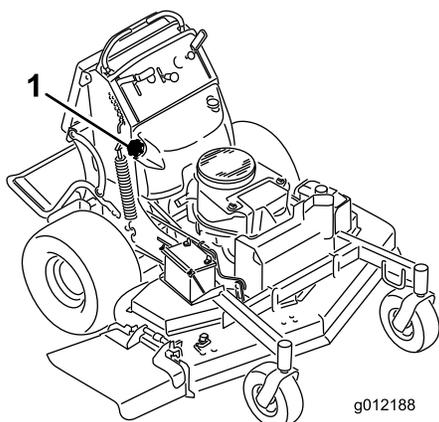

Figura 50
6. Utilizando uma bomba sifão, drene o combustível para uma lata de gasolina limpa (Figura 50).